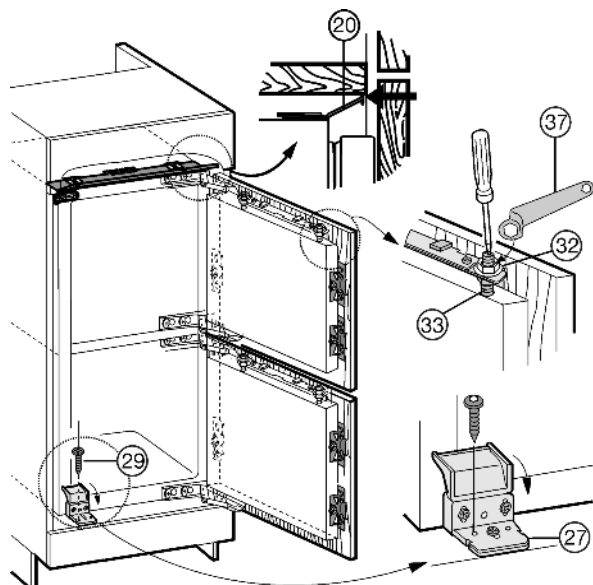

Fig. 30
- (33) perno di regolazione
- ▶ Serrare i controdadi Fig. 30 (32) con la chiave ad anello, Fig. 30 (37) trattenendo il perno di regolazione Fig. 30 (33) con un cacciavite.
- ▶ Allineare se necessario la fascia di compensazione Fig. 30 (20) spostandola parallelamente al fondo del mobile, in modo che non sporga.
- ▶ Fissare l'apparecchio in basso per mezzo della squadra di plastica Fig. 30 (27) con una seconda vite Fig. 30 (29) nel foro rotondo.